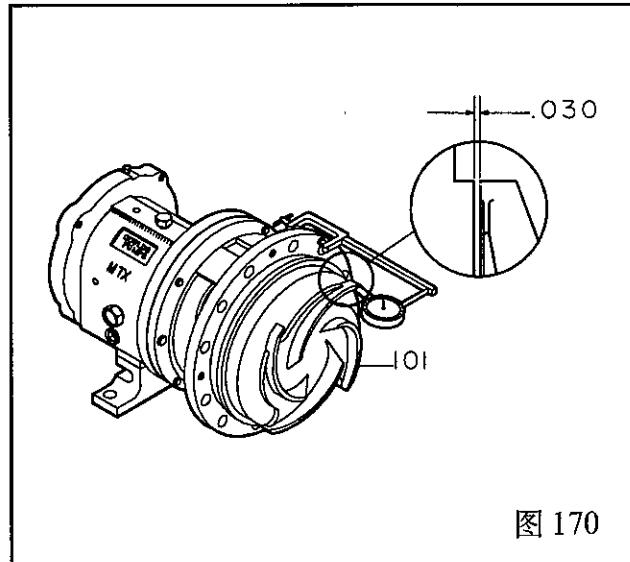

图 170
6. 检查叶轮的跳动量, 对每一叶片顶部都需检查, 百分表最大读数超过0.005英寸(0.13mm)时, 表明存在问题。(图170)